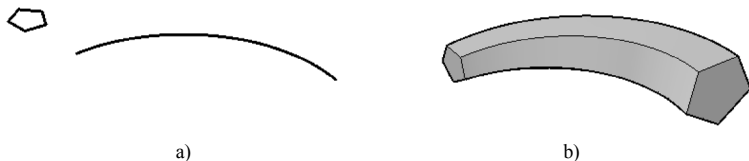

图 9-56 调整比例因子的扫掠操作示例
- 比例(S)：指定比例因子以进行扫掠操作，即指定从开始扫掠到结束扫掠将更改对象大小的值，其操作示例如图 9-56 所示。输入数学表达式可以约束对象缩放。